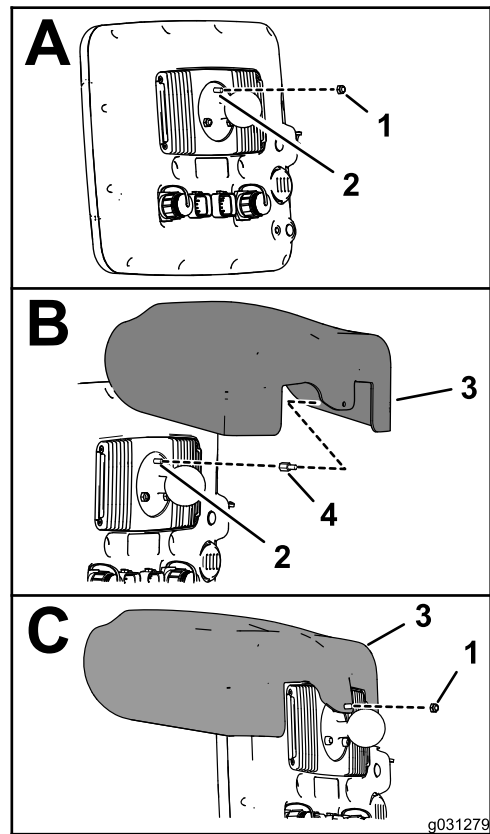

Bild 155
- Entfernen Sie an der Rückseite des Sprühmonitors, wenn die zwei Anschlüsse (26 Stifte) nach unten ausgerichtet sind, die obere Sicherungsmutter (5 mm) vom Stift für das Kugel-Drehzapfen-Anschlussstück (Bild 155).
- Schrauben Sie den Abstandsbolzen in den Stift für das Kugel-Drehzapfen-Anschlussstück (Bild 155) und ziehen den Abstandsbolzen bis auf 250 Ncm an.
5. Fluchten Sie das Loch in der Anzeigehaube mit dem Bolzenteil des Gewindeabstandsbolzens aus (Bild 155).